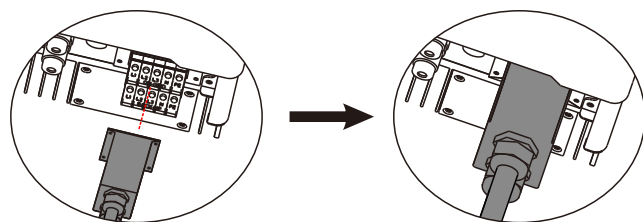

Figure 4.3-6 Installation des bornes de raccordement AC
Étape 4. Raccordez le câble AC combiné à la borne AC de l'onduleur, serrez-le à un couple de 2,0 N·m à 2,5 N·m, puis verrouillez le couvercle AC. Voir Figure 4.3-6.